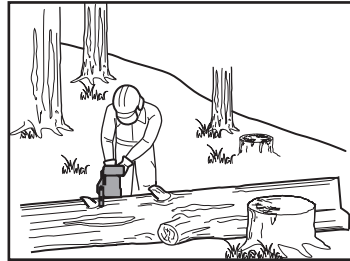

Fig. 33
4. En cas de tronçonnage sur un terrain en pente, toujours se placer en amont du tronc (Fig. 33). Pour conserver un parfait contrôle lors de la coupe, relâcher la pression vers la fin du tronçonnage, sans toutefois relâcher la prise sur les poignées du produit. Ne pas laisser la chaîne toucher le sol. Une fois la coupe terminée, attendre l'immobilisation complète de la chaîne avant de déplacer le produit. Toujours arrêter le moteur avant de passer à un autre arbre.